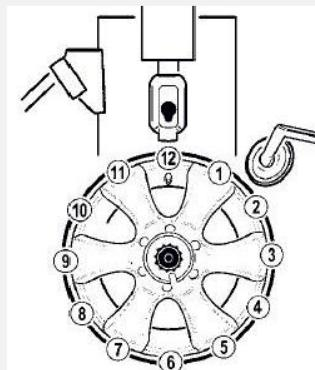

Рисунок 10
- 8.3.1** Убедитесь, что повернули поворотный стол в положение, когда клапан колеса оказался в положении «1 час» (см. Рис. 10), так чтобы не повредить клапан во время процедуры демонтажа.